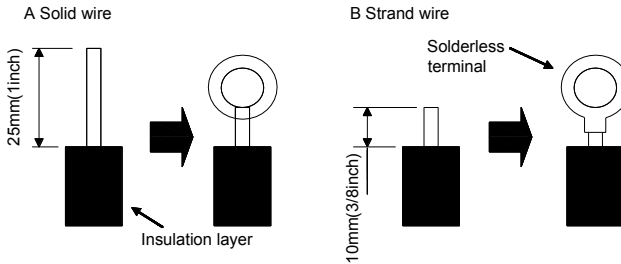

Fig. 4.36
(1). For solid core wiring (Fig. 4.36)
(2). For strand wiring (Fig. 4.36)